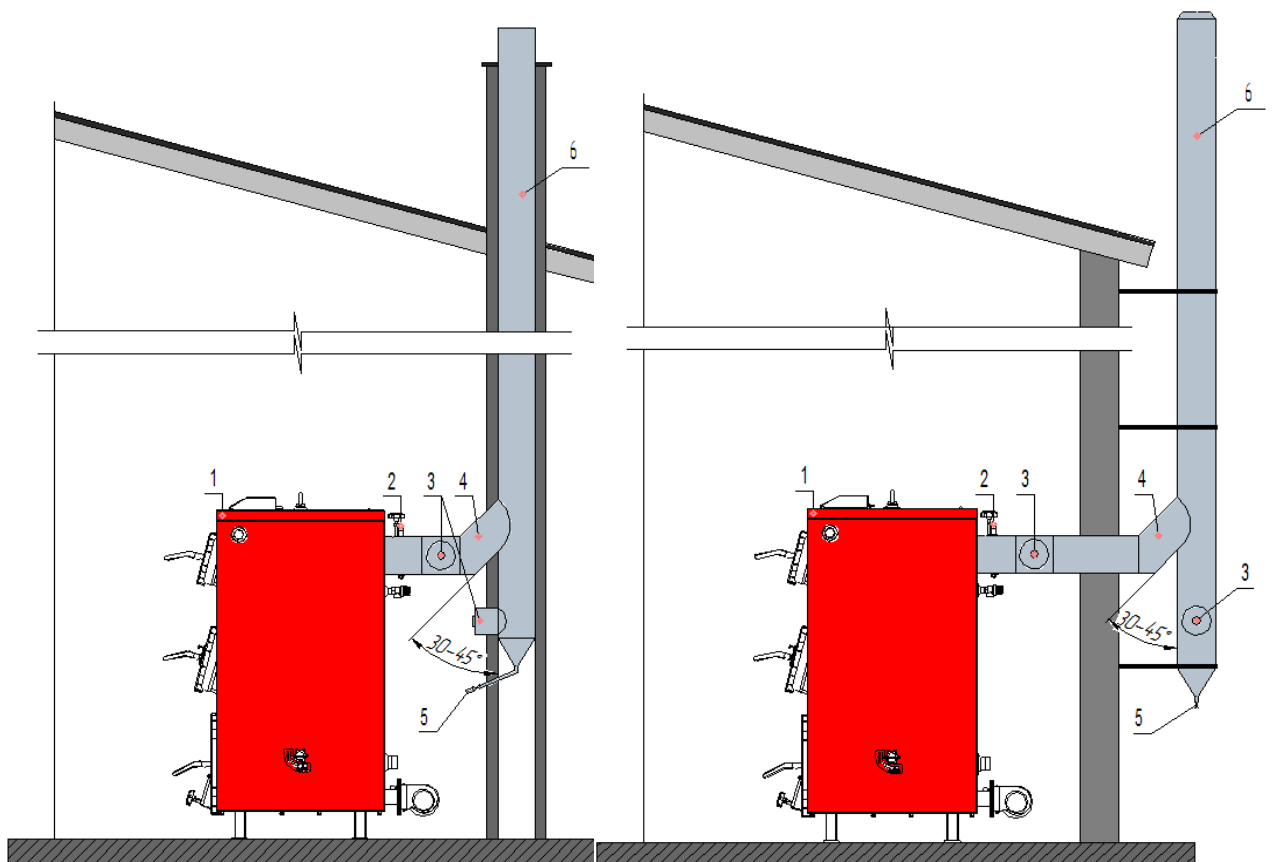

Рис.9 Рекомендована схема по під'єднанню котла до димоходу.
7.3.5.6 Забороняється монтувати димохід (димову трубу) безпосередньо на димоході котла. Рекомендована монтажна схема підключення котла до димоходу показана на (Рис.9).